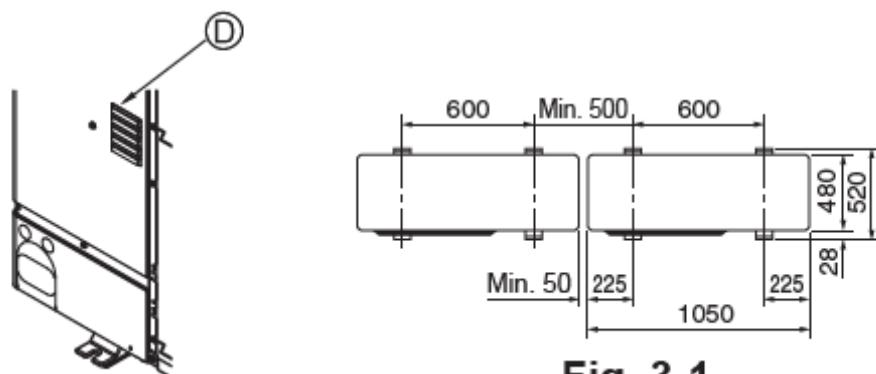

Fig. 3-1
- Asigurati-vă ca instalati unitatea pe o suprafață robustă și uniformă pentru a preveni zgomotele de zgomot în timpul funcționării. (Fig.3-1)